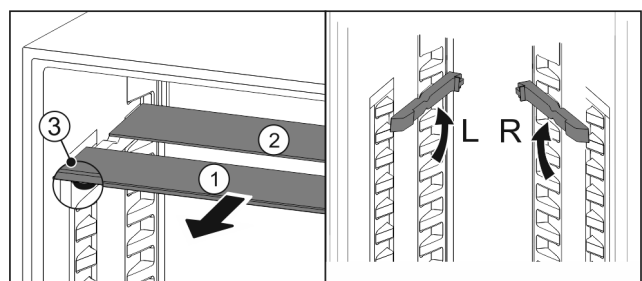

Fig. 50
- ▶ Glasplaten afzonderlijk vanaf de voorkant eruit trekken (Fig. 50 (1)).
- ▷ Glasplaat Fig. 50 (1) met sierlijst ligt voor.
- ▷ Stops Fig. 50 (3) zijn naar onder gericht.